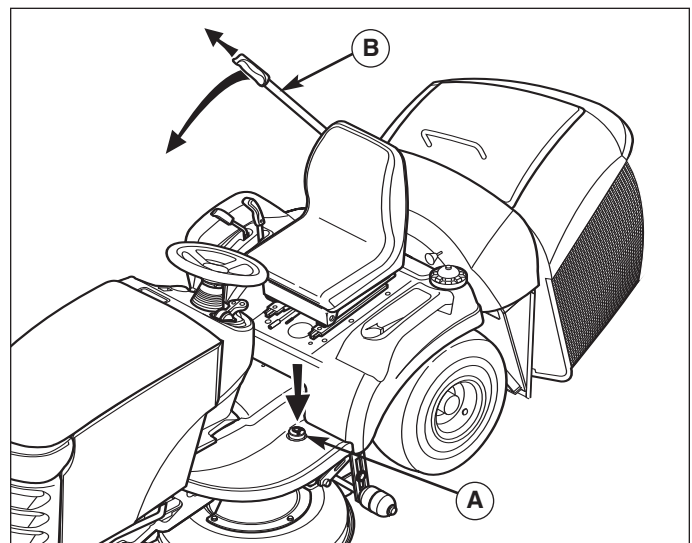

Figure 4. Pour vider la trémie
1. Appuyer sur la pédale de décharge du collecteur d'herbe (A, Figure 4).
2. Allonger le levier du collecteur d'herbe (B) et l'utiliser pour vider le collecteur d'herbe.
3. Utiliser le levier (B) pour fermer le collecteur d'herbe, et le remettre dans le collecteur d'herbe.